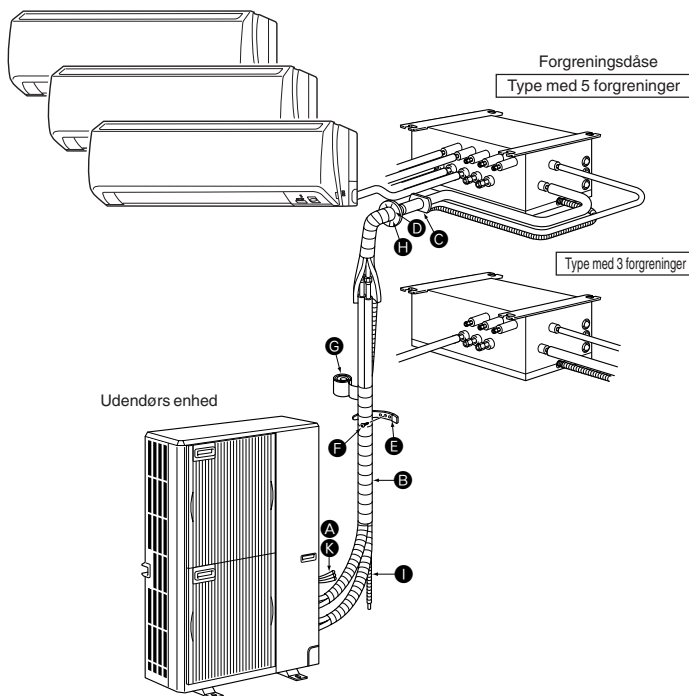

Fig. 2-1
2.1. Før installation (Fig. 2-1)